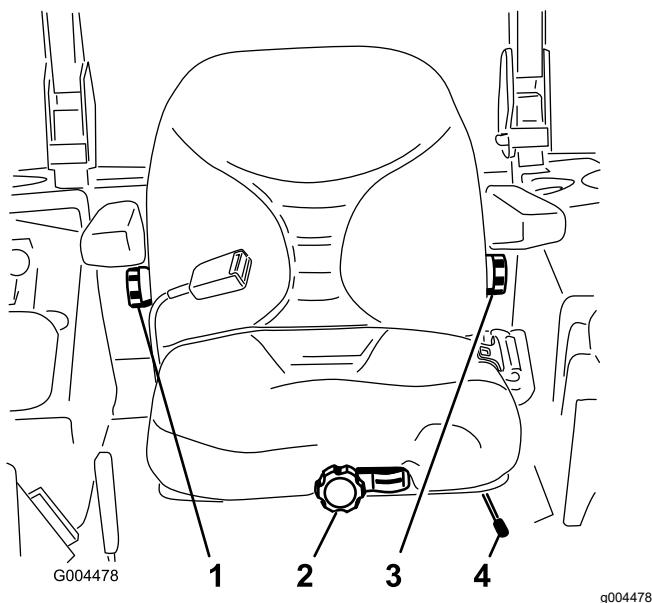

図 17
1. 調整は、レバーを横に動かしてシートのロックを解除して行います 図 17。
運転席に座らずに、座席前部にあるノブを、オペレータの体重に合わせてセットします 図 17。
調整は、右側のアームレストの下にあるノブを回して最も乗り心地が良い位置にセットします 図 17。
調整は、左側のアームレストの下にあるノブを回して最も乗り心地が良い位置にセットします 図 17。